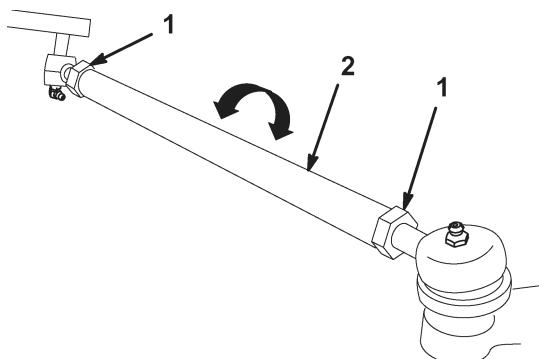

Figure 28
3. Si la valeur diffère de plus de 6 mm, desserrez les écrous de blocage à chaque extrémité des bielles (Fig. 28).